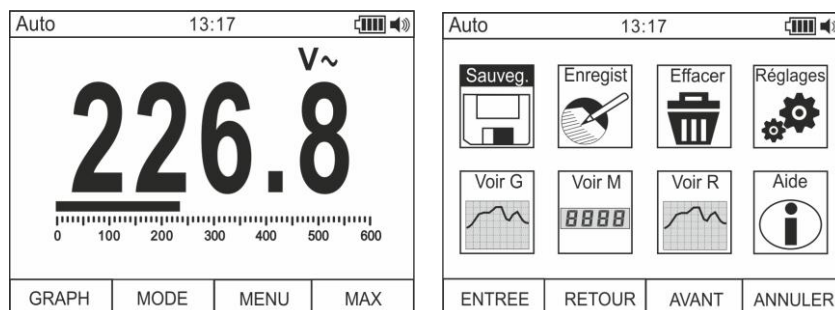

Fig. 9: Menu général de l'instrument
1. Avec une mesure présente à l'écran (voir Fig. 9 – partie gauche) appuyer sur la touche fonction **F3** pour accéder au menu général de l'instrument. La page-écran (voir Fig. 9 – partie droite) s'affiche à l'écran